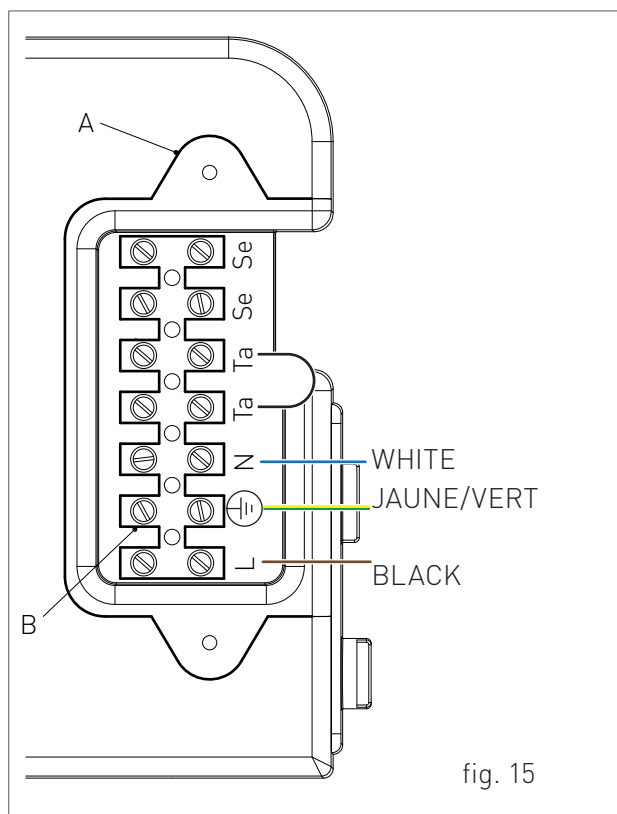

fig. 15
- › Desserrer les deux vis et enlever la plaque "A" (voir fig. 15).
- › Après avoir enlever la plaque, brancher les câbles électriques à la borne "B" (voir fig. 15) :